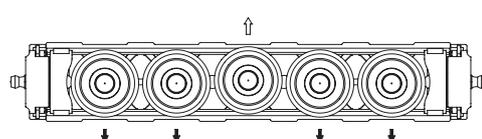

Abb. 32
** Die Anzahl der Rollenzapfen variiert entsprechend der Konfiguration, s. S. CR-18, Abb. 32